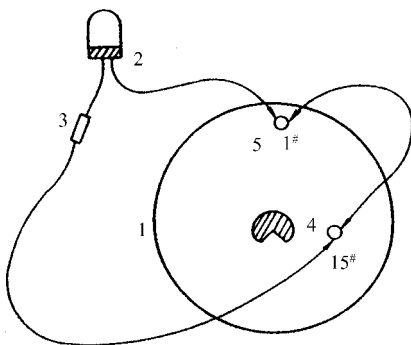

图 6-5 诊断接头的连线
①若 SRS 指示灯一直亮着,则利用检测用 LED 依图 6-5 接线(适用 DMW-55 针电脑)。